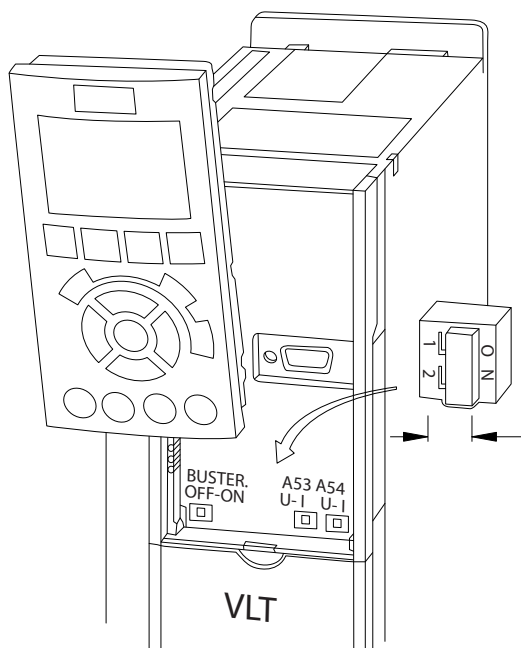

Bild 4.10 Placering av brytarna för plint 53 och 54
1. Ta bort lokal manöverpanel (se Bild 4.10).